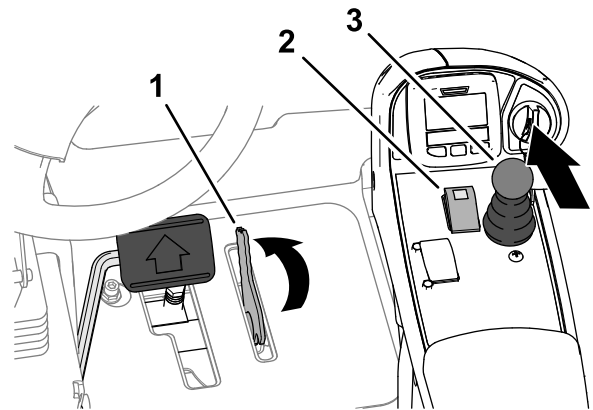

Figure 158
3. Tournez le levier du limiteur de vitesse de tonte-déplacement à la position TONTE (Figure 158).